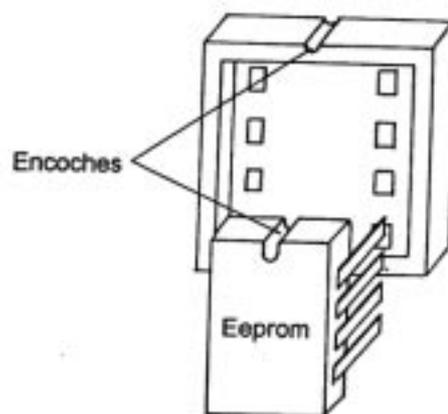

FIGURE 2
- Remettre votre Eeprom sur la nouvelle platine en faisant attention au sens de montage FIG 2, et que les pattes soient bien embrochées.